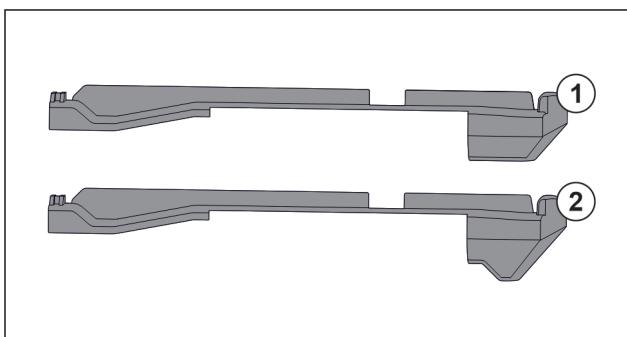

Fig. 147 Porovnání nasazovacích dílů
V přístroji se nacházejí dva různé nasazovací díly. Nasazovací díl nad nejspodnější zásuvkou Fig. 147 (2) má hranu trojúhelníkového tvaru. Všechny ostatní nasazovací díly Fig. 147 (1) mají rovnou hranu.
- Nasazovací díl Fig. 147 (2) s hranou trojúhelníkového tvaru připevněte nad nejspodnější zásuvkou.
- Nasazovací díl Fig. 147 (1) s rovnou hranou připevněte na všech ostatních místech.